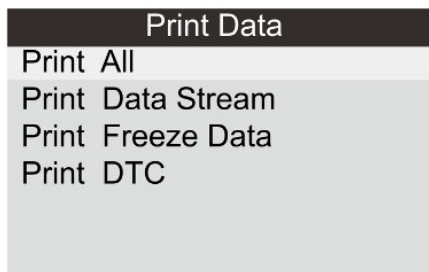

Figure 5.2
4) Użyj przycisku W GÓRĘ/W DÓŁ, aby wybrać Print Data z Main Menu w skanerze i naciśnij przycisk OK. (Rysunek 5.2)